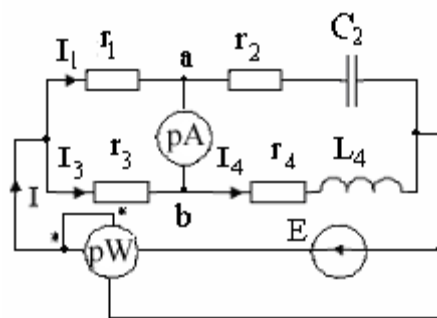

Рис. 66
44. Какие элементы нужно включить в третью ветвь (рис. 66) и каковы должны быть их сопротивления, чтобы амперметр показал ноль, если $r_1=50$ Ом, $r_2=40$ Ом, $r_4=160$ Ом, $x_{C2}=80$ Ом, $x_{L4}=80$ Ом? Для этого случая определить показания ваттметра при $E=14,5$ В.